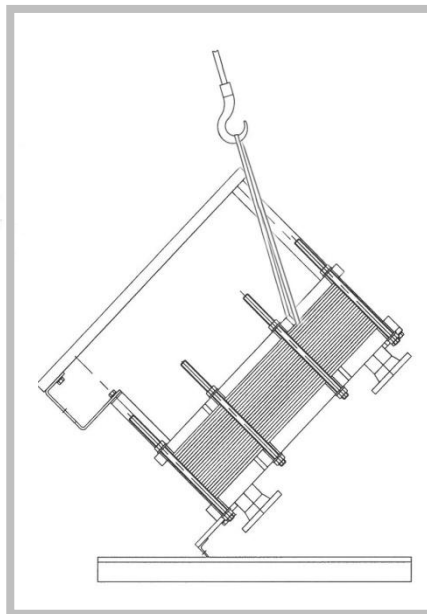

Figura 26
3. Levante el ICP lentamente del palet sobre el centro de gravedad (Figura 26). Asegúrese de que el medio de sujeción esté fijo y seguro en los ojales de enganche.